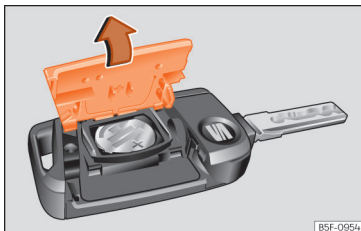

Abb. 87 Fahrzeugschlüssel: Deckel des Batteriefachs öffnen.
- Abdeckung auf der Rückseite des Fahrzeugschlüssels »» **Abb. 87** in Pfeilrichtung abnehmen »» ❶.
- Abdeckung wie gezeigt ansetzen »» **Abb. 87** und entgegen der Pfeilrichtung auf das Fahrzeugschlüsselgehäuse drücken, bis sie einrastet.
❶ VORSICHT